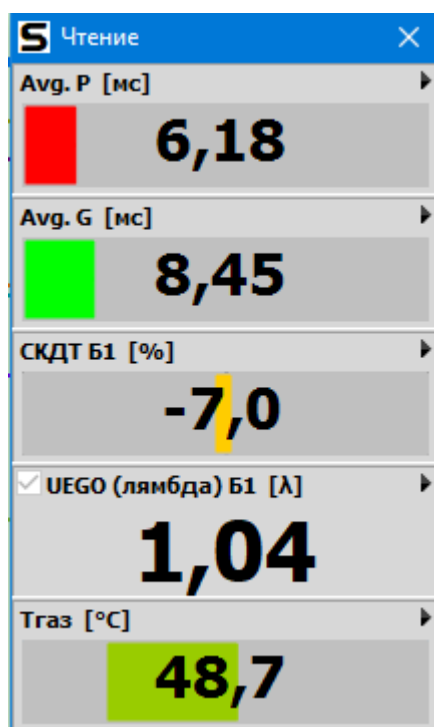

Рис. 2.141 Маленькое окно показаний приборов
- **Маленькое окно чтения (Рис. 2.141)** – окно, содержащее 5 выбранных параметров, вызывается сочетанием клавиш Ctrl+F3 или щелчком на желтом значке часов, расположенном в правой части ленты.